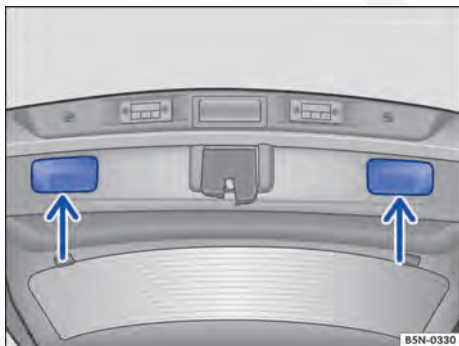

Fig. 36 Tampa do compartimento de bagagem aberta: rebaxos para puxar.
- Segurar um dos rebaxos do revestimento interno da tampa do compartimento de bagagem \Rightarrow Fig. 36 (setas).